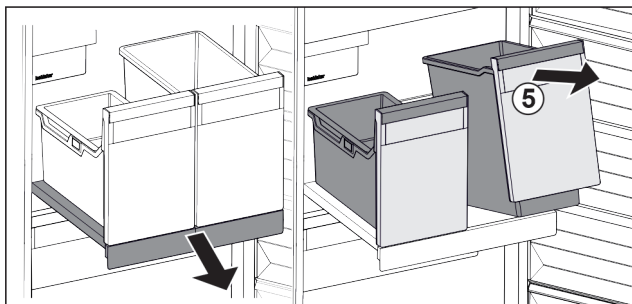

Fig. 99
- ▶ Nádobu Fig. 99 (5) vpředu nadzvedněte.